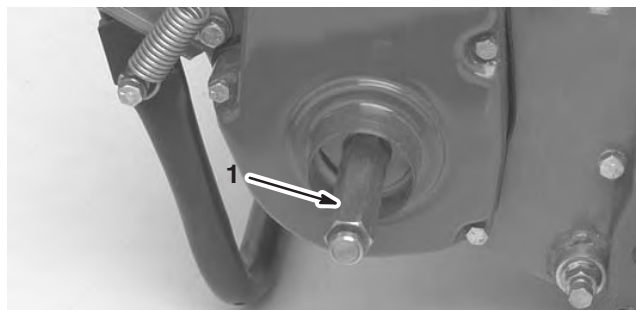

Figure 4
3. Vissez l'arbre de la roue droite sur la poulie d'entraînement du côté droit de la machine (Fig. 4).